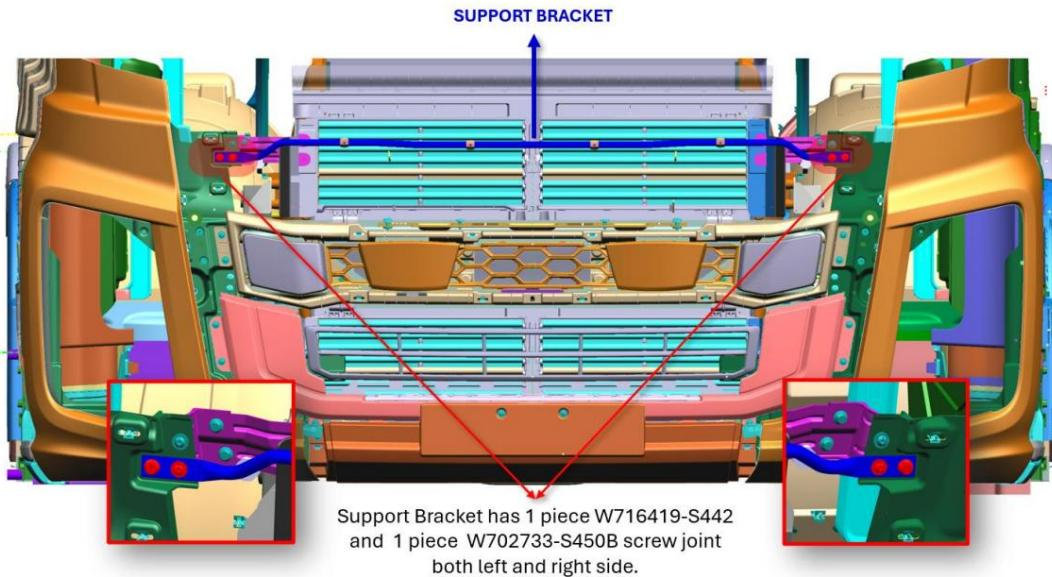

Figure 24 : Installation du support
29. Installez les boulons de fixation à droite et à gauche du support JC46-17118-A\*. Après serrage, marquez au marqueur jaune. W702733-S450B M6x18 8 Couples de serrage :  $8,00 \pm 1,20$  Nm, W716419-S442 M8X22 Couples de serrage :  $8,00 \pm 1,20$  Nm. (Figure 24)